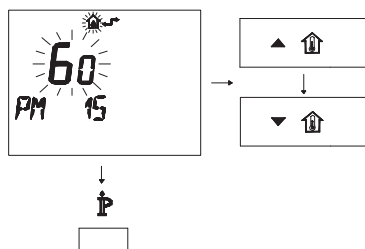

Figura 5.38
- Modificare il SET programmato agendo sui pulsanti ▲ o ▼ fino a visualizzare un **set di 60**, aspettare che il numero programmato cominci a lampeggiare (Figura 5.38).